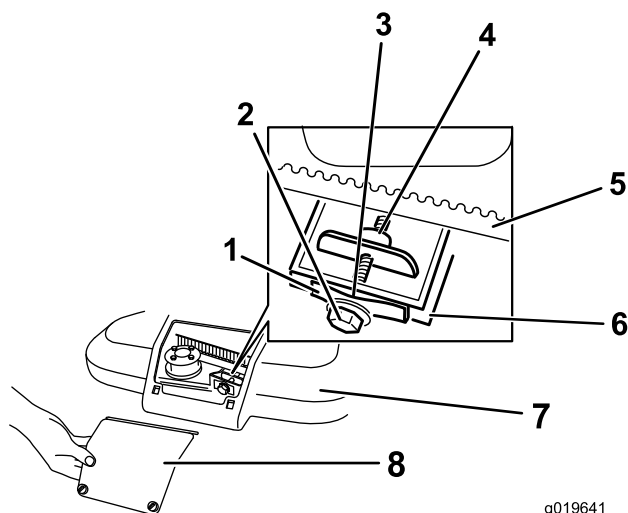

Figure 30
1. Desserrez les 2 vis sur le panneau d'accès au couvercle de courroie et déposez le panneau (Figure 30).
ce que la jauge d'épaisseur puisse à peine passer dans l'espace (Figure 30).